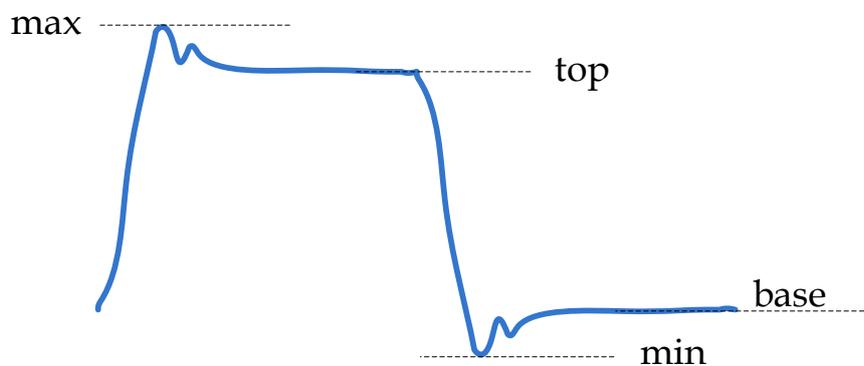

图 4 示波器有关电压参数的定义
- ① 示波器输入耦合选择 AC 或 DC, 电压灵敏度旋钮设置到 $500\text{mV}/\text{DIV}$ 或者更灵敏的档位;
- ② 用手指接触探头的尖端, 如果有杂波出现则探头的信号线连接正常, 如果显示的仍然是一条直线的话, 则说明信号线可能开路了;
- ③ 如果 2 正常, 再将探头的信号线和地线短接, 再用手指接触探头的尖端, 如果示波器上显示的是一条水平线, 说明探头的地线正常, 反之如果有很多杂波出现, 说明探头的地线可能开路了;
- ④ 有时探头和电缆本身是好的, 但是电缆和示波器的连接处接触不良, 可以试着用手扶着连接处, 重复上述测试。
3) Measure 方法测量脉冲信号电压参数时, 见图 4 注意参数的定义: